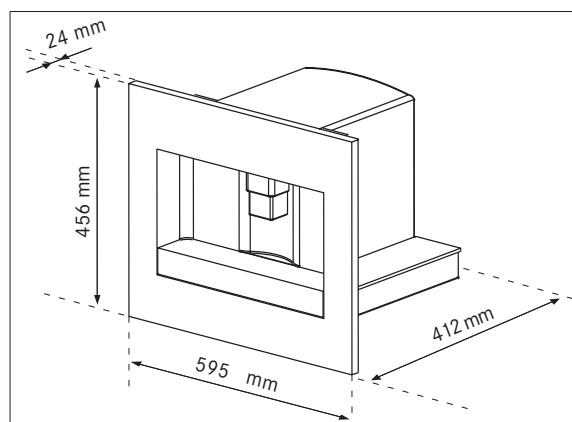

Fig. 1
- Verifique as medidas mínimas necessárias para a instalação correta do aparelho. (Fig. 1, 2 e 3).